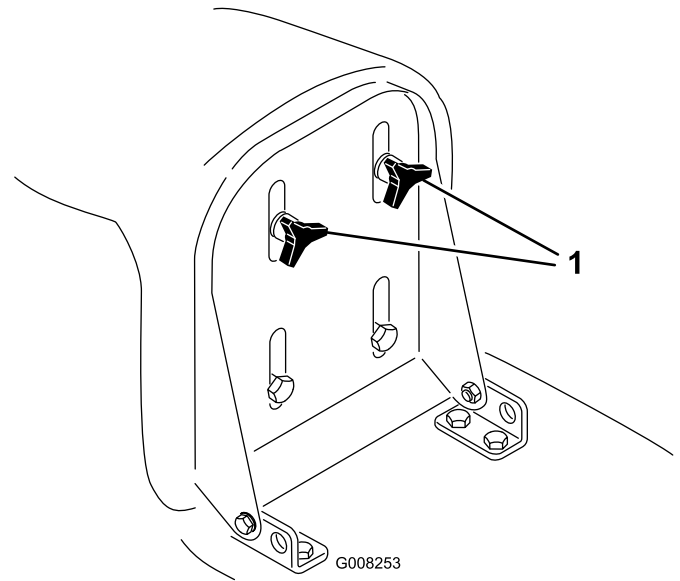

Figure 4
1. Soulevez le siège et desserrez les boutons de réglage (Figure 4).